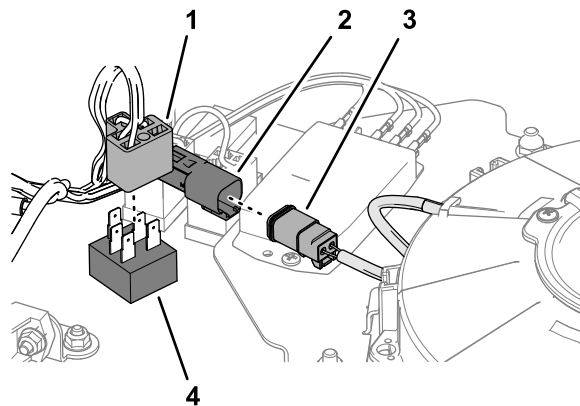

Figure 10
4. Branchez le connecteur à 5 broches de la commande du ventilateur au connecteur à 5 douilles du faisceau du kit (Figure 10).
5. Branchez le connecteur à 2 broches du faisceau du kit au connecteur à 2 douilles du faisceau du ventilateur de refroidissement (Figure 10).